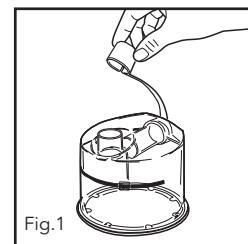

Fig.1
- b. Extraiga las tapas azules y deséchelas (Fig.1).